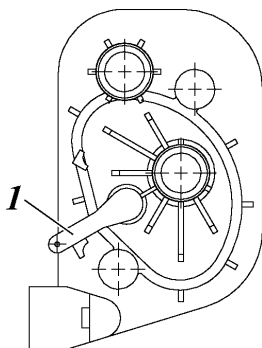

Рис. 3.12. Кран отопителя:
Кран включения подачи жидкости в радиатор отопителя расположен на щитке передка со стороны салона (под панелью приборов со стороны пассажира). Управляется вручную поз. 1 (см. рис. 3.12).
2. Кран отопителя должен находиться в открытом положении рис. 3.12 (рычаг крана поз. 1 в крайнем нижнем положении).